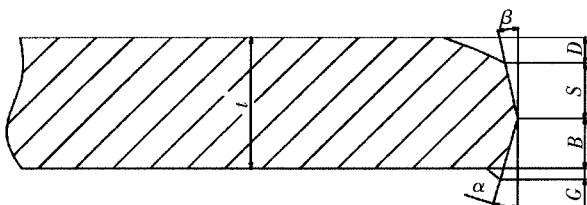

图3 焊接边断面
(2) 焊接边断面如图3所示, 表1所示为激光焊接边断面要求。